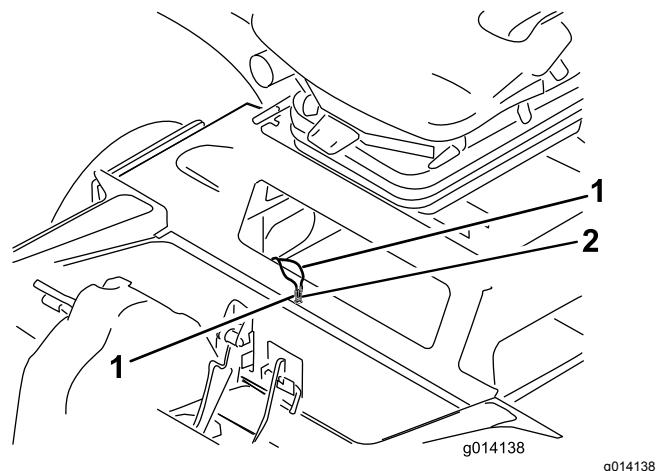

Figura 62
3. Individuate i 2 cavi di connessione del controbilanciamento con cappuccio all'interno del vano (Figura 62)